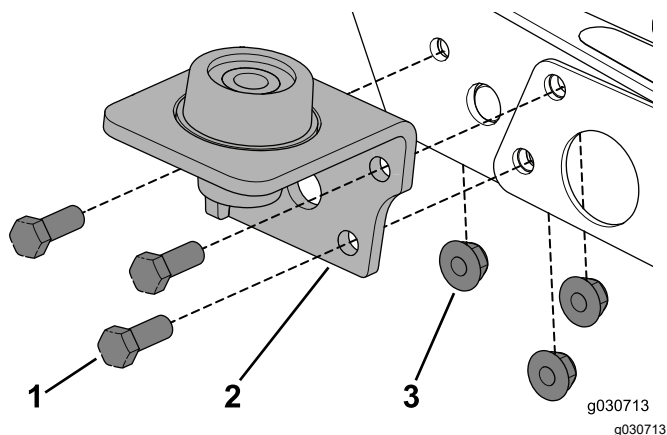

图 18
1. 拆下现有的五金件用 3 个螺栓 $\frac{3}{8}$ x 1 英寸和凸缘螺母将底座固定到机器上 图 18。